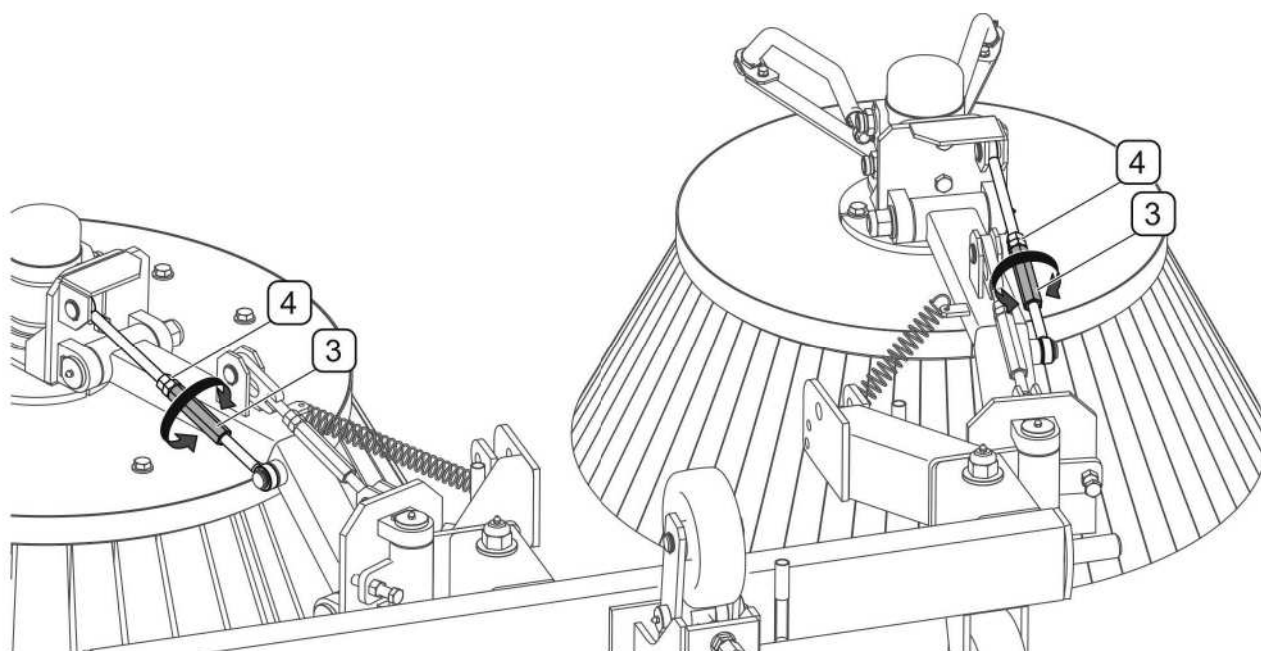

РИСУНОК 5.9А Регулирование продольного наклона щеток
(3)- натяжитель; (4)- контргайка;
Регулирование угла продольного наклона щеток (РИСУНОК 5.9А) осуществляется при помощи натяжителей (3) и контргаек (4). По окончании регулирования затяните контргайки.